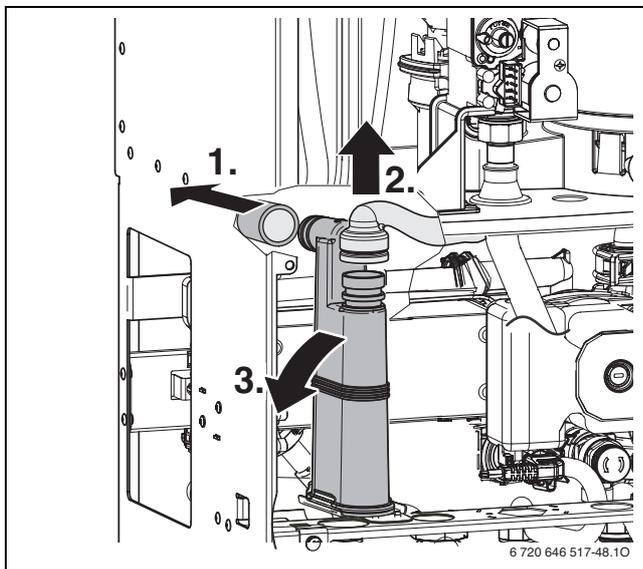

Fig. 105
- ▶ Smontare il sifone per condensa (→ fig. 105), per evitare fuoriuscite di liquidi posizionare un recipiente sotto il sifone.
- ▶ Smontare il sifone per condensa (→fig. 105, pag. 91).